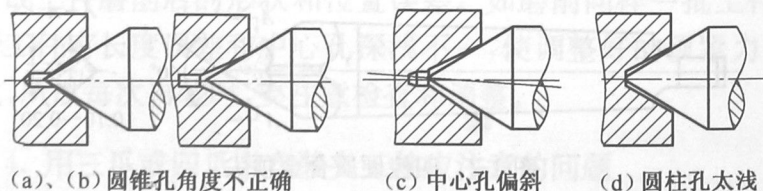

图 1-1 工件中心孔与顶尖接触不良
(1) 60° 圆锥孔的圆度较好。否则磨出的外圆表面会产生不圆等缺陷。
(2) 60° 圆锥孔的表面粗糙度值较小,更不得有毛刺、划伤、碰伤等缺陷。由于中心孔表面粗糙,磨削时摩擦大、生热多,容易造成中心孔和顶尖损伤,甚至产生工件报废。经过热处理的工件,它的中心孔必须经过研磨,不得留有盐类和氧化皮。
(3) 60° 圆锥孔的角度准确,两端的中心孔应在同一轴线上。否则会使中心孔与顶尖接触不良(图 1-1),容易使中心孔变形和加快磨损,从而磨削时工件会摇动,使磨出的外圆产生圆度误差以